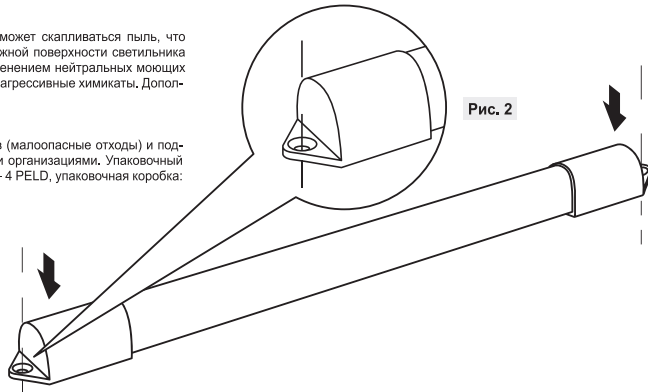

Рис. 2
- Установите светильник при помощи отверстий в торцевых заглушках (Рис. 2).
4. Встановіть світильник за допомогою отворів в торцевих гульцях (Рис. 2).